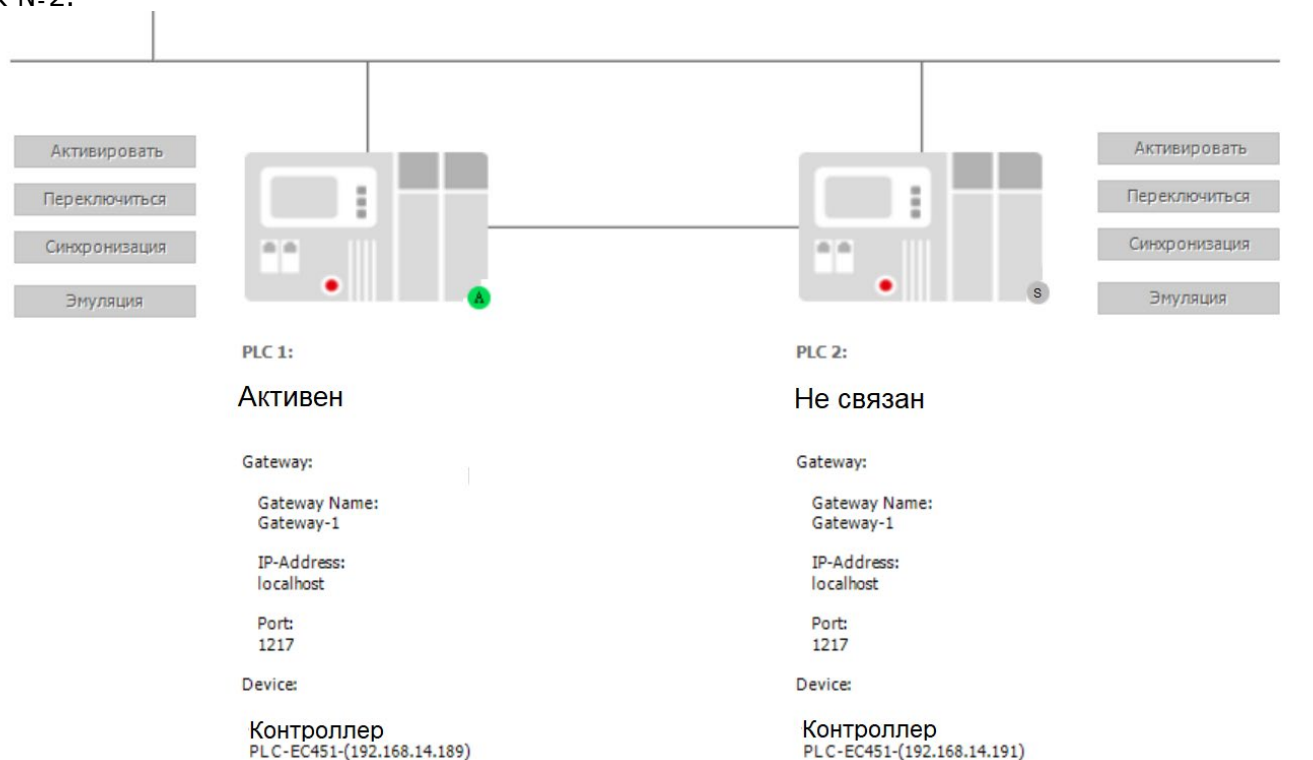

Рисунок 232– Отказ пассивного (резервного) ПЛК (ПЛК №2)
2) Отказ пассивного (резервного) ПЛК (ПЛК №2) (Рисунок 232):